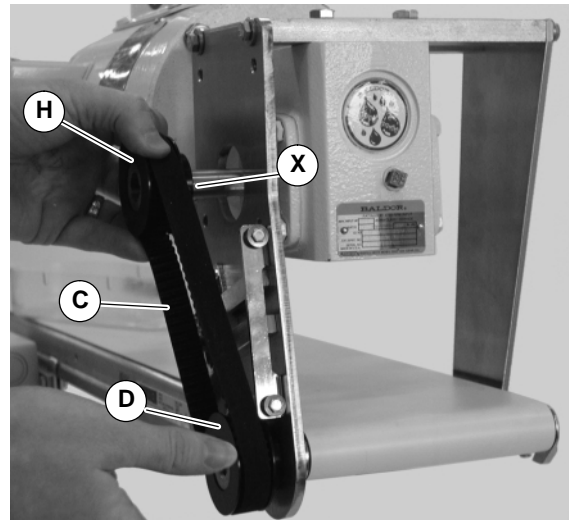

Abbildung 30
8. Zahnriemen (C siehe Abbildung 30) um Antriebszahnrad (H) und Abtriebszahnrad (D) legen. Antriebszahnrad (H) am Untersetzungsgetriebe befestigen.